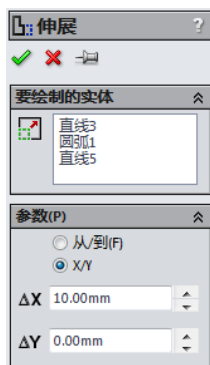

图 2-138 【伸展】对话框
- 04 在【参数】选项组中选择 X/Y 单选按钮，在【伸展】对话框中的 Δx 微调框中输入 10，如图 2-138 所示。